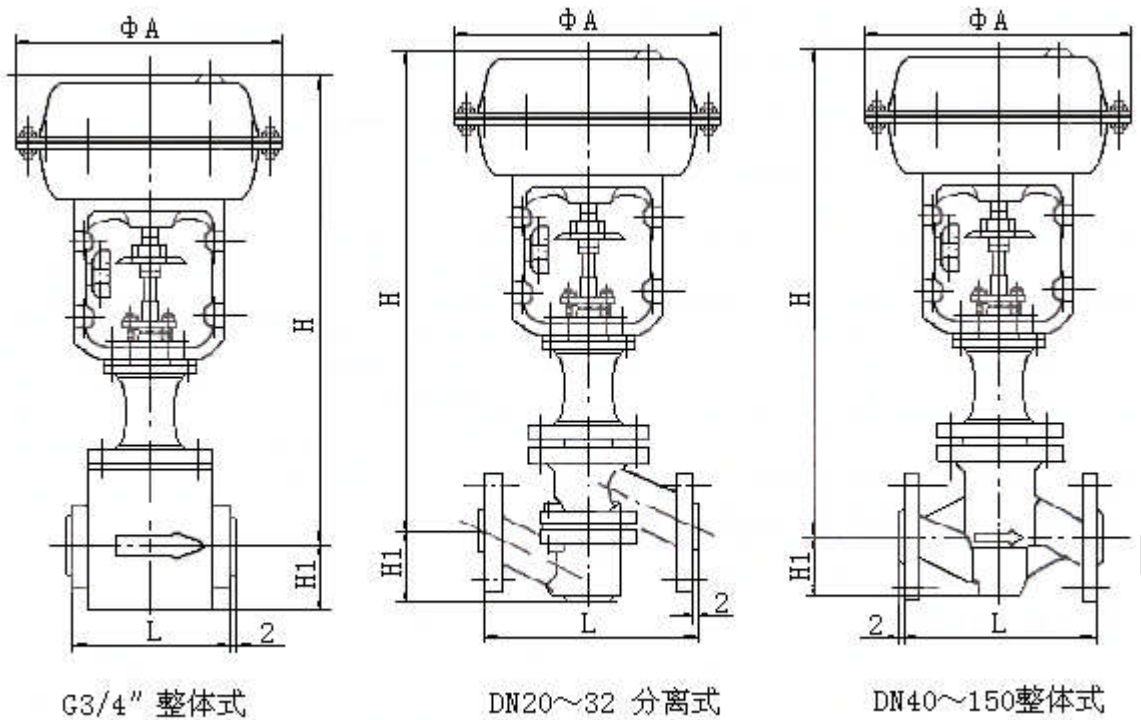

图1
气动薄膜衬氟调节阀是直通单座调节阀的变形产品，由气动薄膜执行机构和调节阀两大部分组成。当执行机构接受外界气动讯号后，推动膜片使弹簧压缩，并推动阀杆与阀芯使之向下移动，从而改变了阀芯与阀座的环形间隙面积，改变流量达到对工艺参数进行调节的目的（见图 1）。调节阀部分的阀盖内装有波纹管组件，阀芯顶部与聚四氟乙烯的波纹管上部密封连接，波纹管的下部与阀体、阀法兰用螺栓螺母紧固密封连接。为了防止松动，螺母均加弹簧防松垫圈，这样由波纹管将介质与外界隔绝，并能保证阀芯上下移动，显示了波纹管密封的特点。
6、主要零件材料（见图 1、表 4）